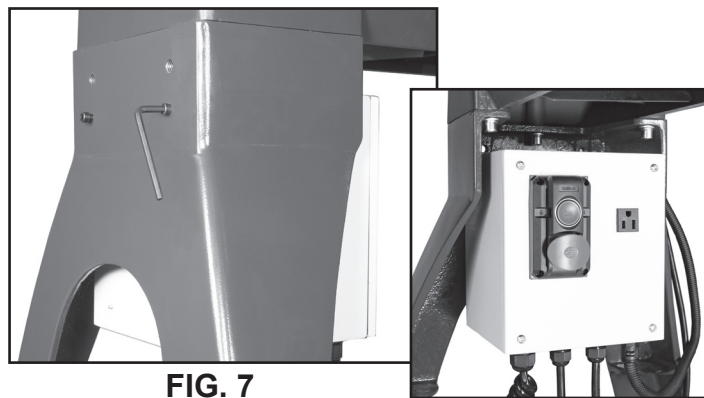

FIG. 7
5. Conecte el Montaje de la Caja del inversor (A) al interior de la pata izquierda debajo del cabezal fijo con los 2 pernos (J) y la llave hexagonal de 5mm incluidos. Fig. 7.